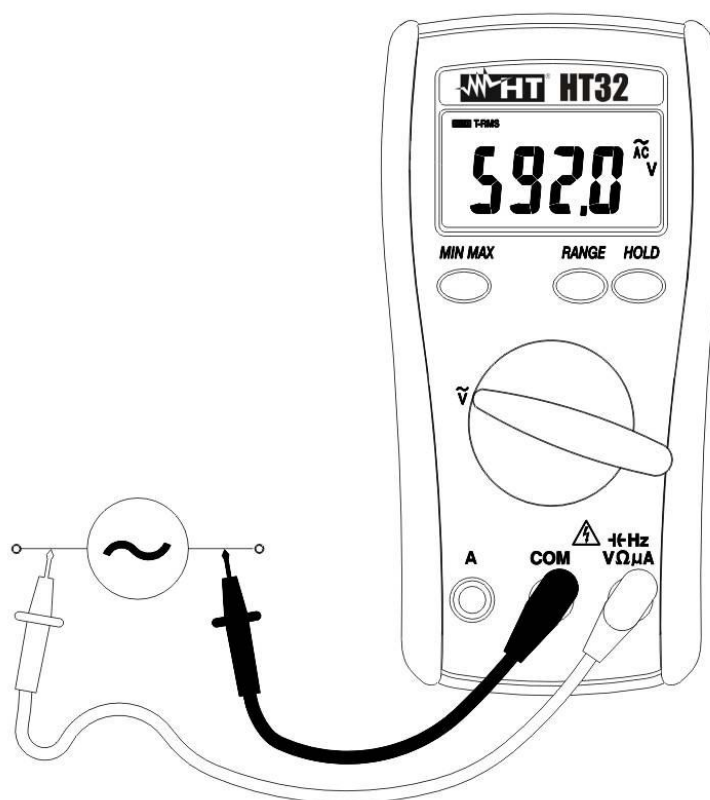

Fig. 3: Misura di Tensione AC
2. Inserire il cavo rosso nel terminale di ingresso $10\text{HzV}\Omega\mu\text{A}$ e il cavo nero nel terminale di ingresso **COM** (vedere la Fig. 3).